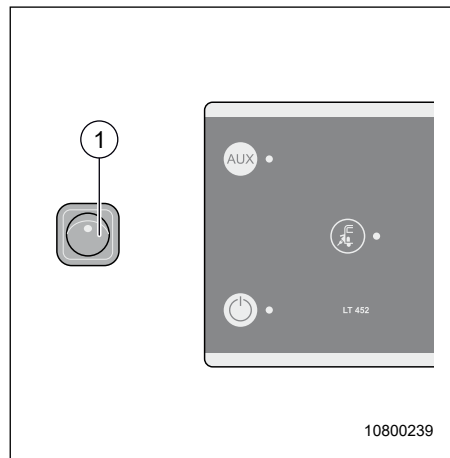

Fig. 63 Commutateur du chauffage du réservoir des eaux usées
Le chauffage peut être activé/désactivé au moyen du commutateur (Fig. 63, pos. 1) à côté du panneau de commande.